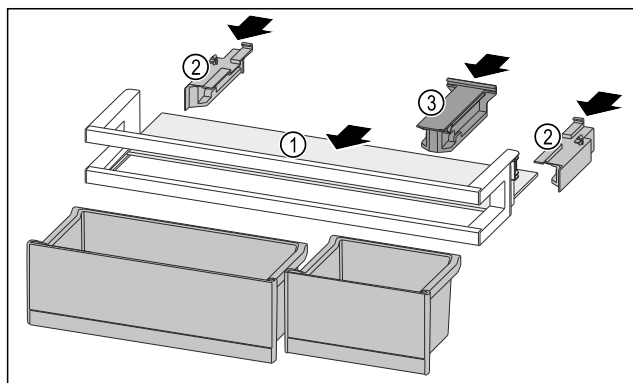

Fig. 183
- ▶ Вдвиньте съемную полку Fig. 183 (1) в боковые пазы.
- ▶ Установите боковые части Fig. 183 (2).
- ▶ Смонтируйте крепление Fig. 183 (3).